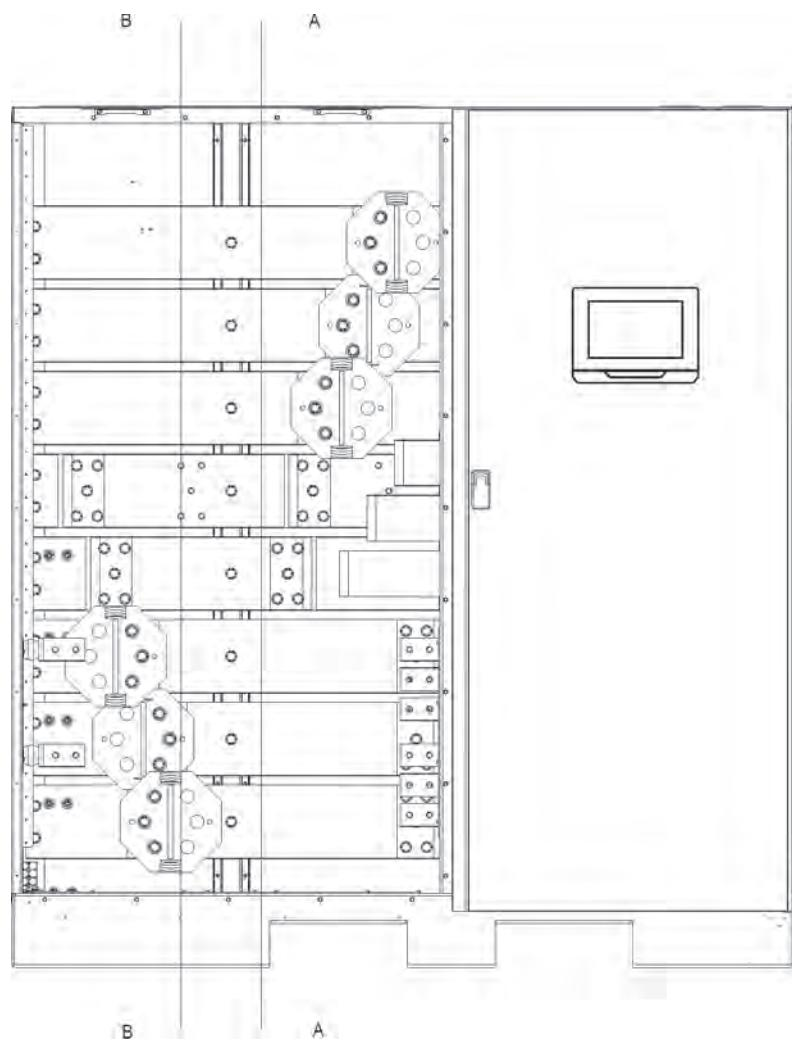

Рис. 4-17. Расположение клемм питания секции ISBN ИБП - раздельный аккумулятор
5. Используя крепежный комплект для подключения внешней проводки, подключите положительные, отрицательные и заземляющие соединения силовой проводки постоянного тока из аккумуляторной системы или разъединителя к клеммам аккумулятора и заземления секции ISBM ИБП. Используйте один набор клемм для каждого UPM, как показано на Рис. 4-17. См. Разд.3.2.2 на стр. 23 для получения информации о требованияниях к проводке и подключению.